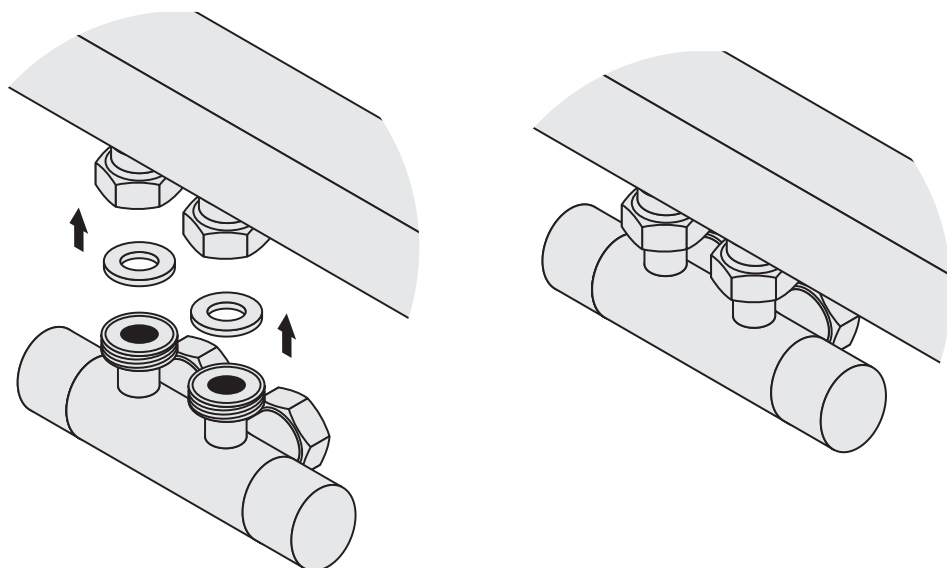

Рис.2
5.1.2. Накрутите накидные гайки носиков на вентиль, используя силиконовые прокладки для герметизации соединений (рис. 2).